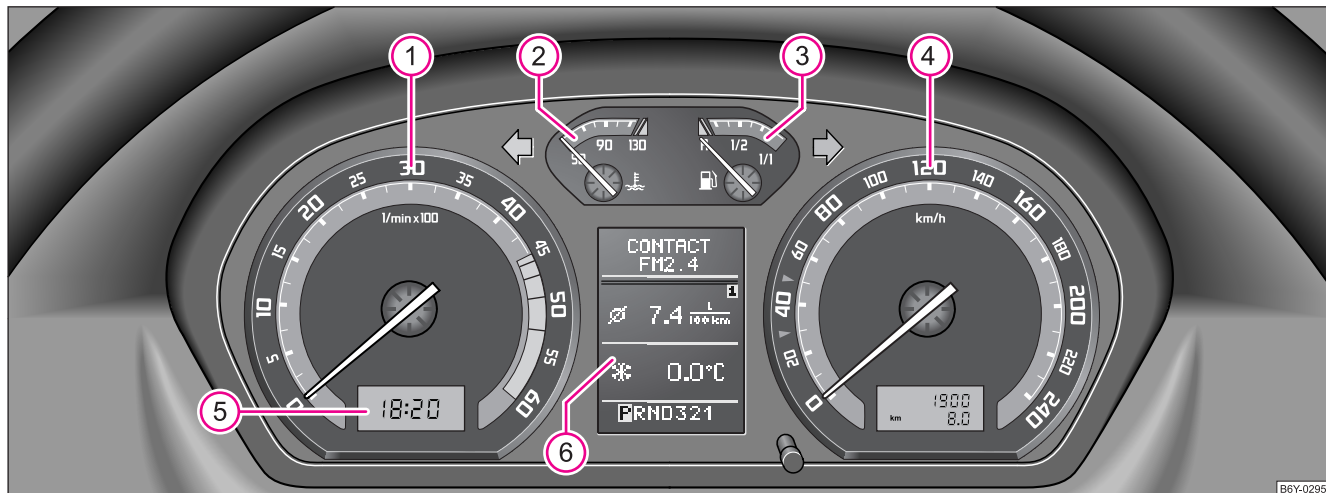

Fig. 2 Cuadro de instrumentos
El comienzo de la zona roja en el cuentarrevoluciones ① ⇒ página 13, fig. 2 marca el número de revoluciones máximo admitido para todas las marchas del motor rodado y a temperatura de servicio. Antes de alcanzar esta zona, Vd. debería cambiar a la marcha inmediatamente superior o elegir la posición **D** de la palanca selectora del cambio automático.
El indicador de la temperatura del líquido refrigerante ② ⇒ página 13, fig. 2 funciona sólo con el encendido conectado.
El indicador del nivel de combustible ③ ⇒ página 13, fig. 2 funciona sólo con el encendido conectado.